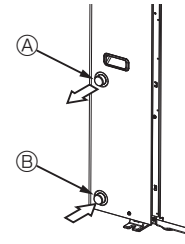

Fig. 4-1
4.1. Wasserrohrverbindungen (Fig. 4-1)
- Einlaß- und Auslaßleitungspositionen werden in Fig. 4-1 gezeigt.
[Fig. 4-1]